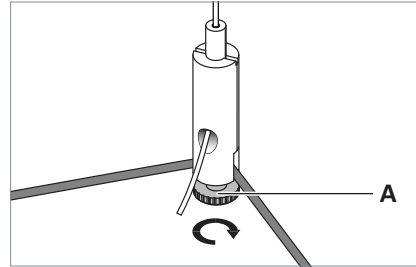

Fig. 19: Aligner le luminaire.
- ▶ Pour aligner le luminaire, dévissez la vis **A** sur l'attache de câble, voir Fig. 19.